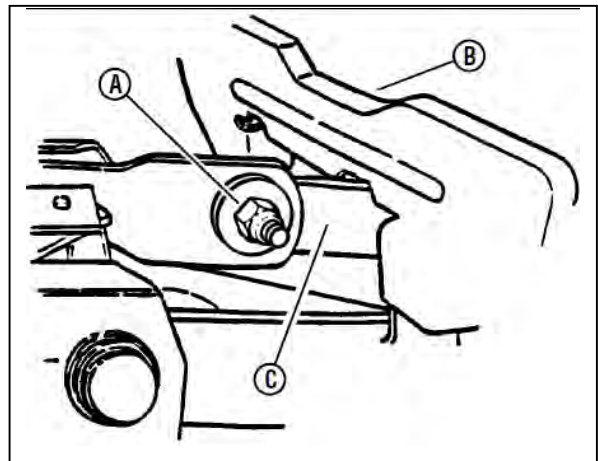

図 8-3 デッキの左右高さ調整
7. ブレードペダル(B)の左側を保持するハードウェア(図 8-3 の A)をゆるめてください。